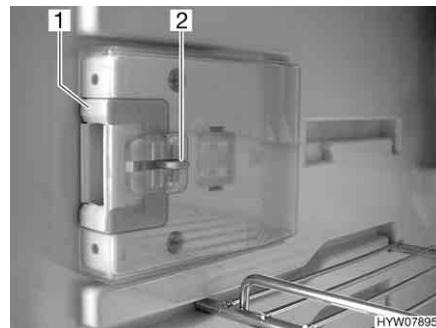
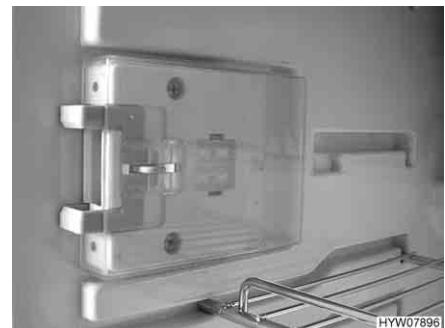

Fig. 105 Dispositivo di chiusura in posizione normale
Fig. 106 Dispositivo di chiusura in posizione di ricircolo d'aria
- Premere il dispositivo di sblocco (Fig. 105,2).
- Spingere il dispositivo di chiusura (Fig. 105,1) in avanti (Fig. 106).